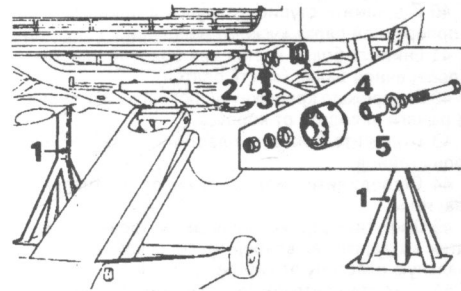

Рис.13.131 Узел передней подвески, передние вкладыши (Раздел 20)
15 Открутите контргайку (2), показанную на рис.13.131 и вытащите болт из вкладыша. Заметьте положение шайб и фиксирующего кронштейна.